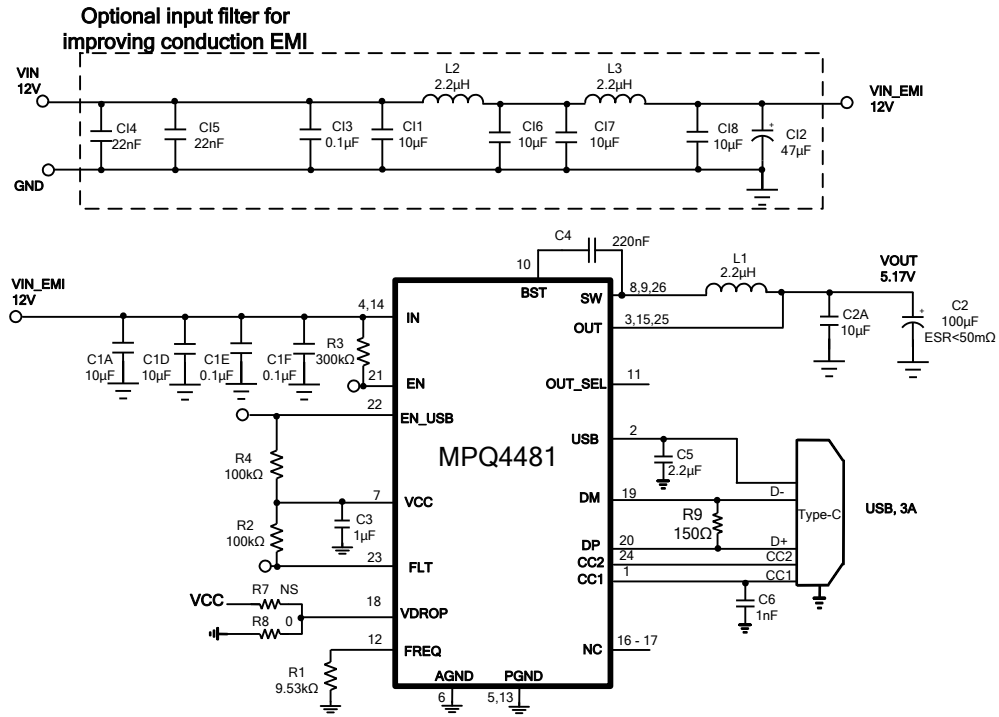
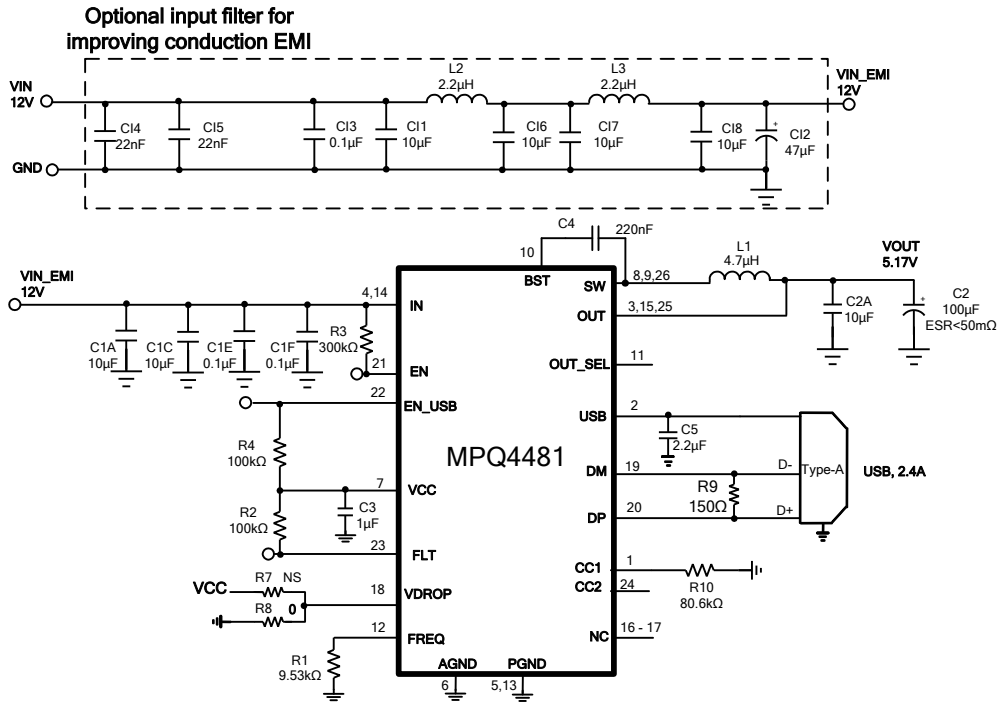

图 13: USB Type-C 5V/3A DFP 端口 (10)
图 14: USB Type-A 5V/2.4A 端口 (10)
- 9) 推荐的布局基于图 13 和图 14 中的典型应用电路。